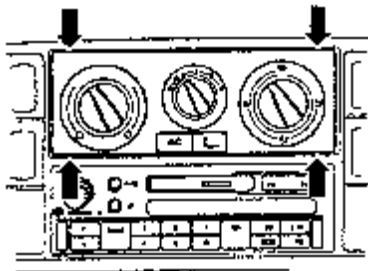

图 13-21 拆卸暖风的饰板和衬里
(1) 暖风和空调调节装置的拆卸
- ①如图 13-21 所示，将暖风的饰板及衬板用螺丝刀在箭头所指的定位处小心地撬起。